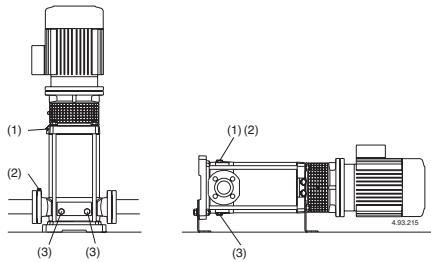

Fig. 4d(1) Remplissage et événement
(2) Event aspiration
(3) Vidange
Avec le **niveau d'eau côté aspiration sur la pompe** (fonctionnement en charge, fig. 3B), remplir la pompe en ouvrant lentement et complètement la vanne sur le tuyau d'arrivée, en tenant ouverte la vanne de refoulement et les bouchons (1), (2) (fig. 4d) pour purger l'air.
Serrer les bouchons d'événement (1), (2) (fig. 4d), pour MXV-B, MXV(L) 25-32-40-50 et MXV(L) 4 25-32-40-50 serrer la vis-épingle (14.17) dans le bouchon de vidange (14.12) (fig. 4b) et fermer l'événement (14.04). Faire démarer la pompe avec la vanne de refoulement fermée et la vanne d'aspiration complètement ouverte. Ensuite ouvrir lentement la vanne de refoulement en réglant le point de fonctionnement dans les limites indiquées sur la plaque signalétique.